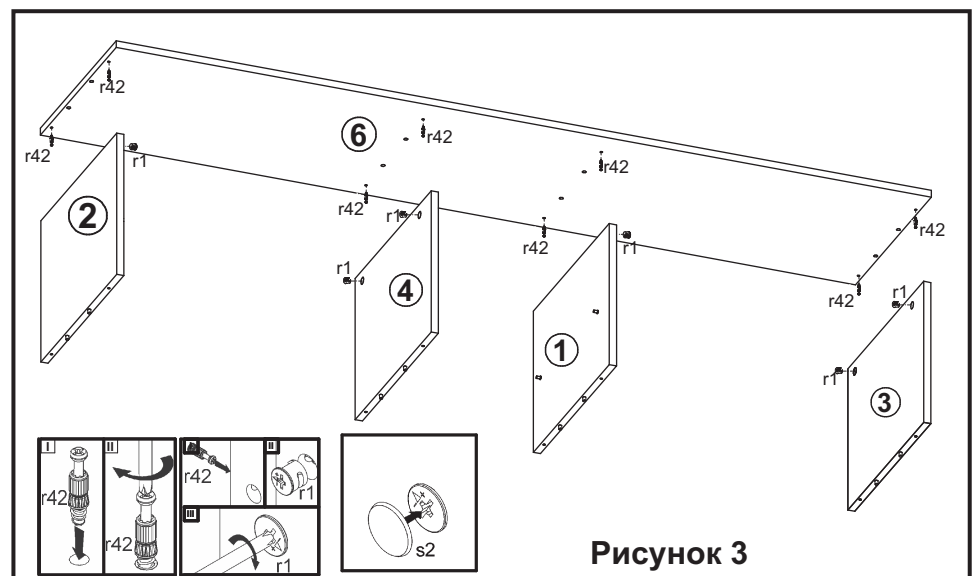

Рисунок 3
5. Для навешивания полки на стене с помощью карандаша и линейки разметить отверстия (см.рис.3).
6. В стене просверлить отверстия диаметром 10 мм (см.рис. 3).
- В отверстия $\varnothing 15$ мм на внутренних поверхностях стенок боковых **2, 3**, левой поверхности стенки средней **4**, правой поверхности стенки средней **1** вставить стяжки эксцентриковые **r1** (рис. 3).
- Соединить детали **1, 2, 3, 4, 6** и затянуть стяжки эксцентриковые **r1** при помощи отвертки (см.рис. 3). Стяжки эксцентриковые закрыть заглушками **s2**.